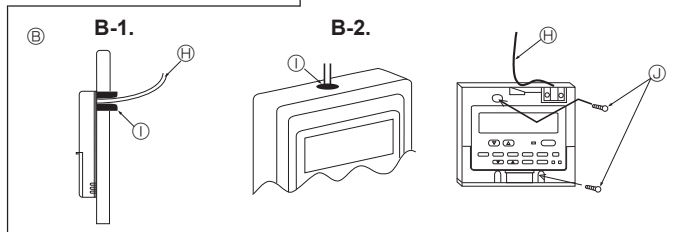

Fig. 6-3
- (2) ปิดช่องสอดสายรีโมทคอนโทรลด้วยปูนฉาบ เพื่อป้องกันหยดน้ำค้าง น้ำ แผลงสาบหรือหนอน (Fig. 6-3)
[Fig.6-3]